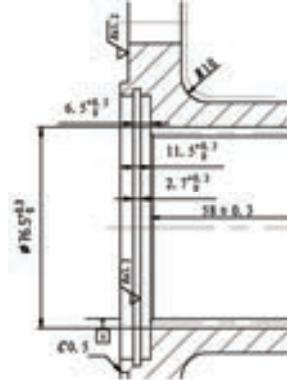

图 8-69 标注的尺寸
2) 完成上述设置后，单击“标注”工具栏中的“线性”按钮 $\square$ ，标注图中 $\phi 76.5_0^{+0.3}$ 的尺寸，结果如图 8-69 所示。